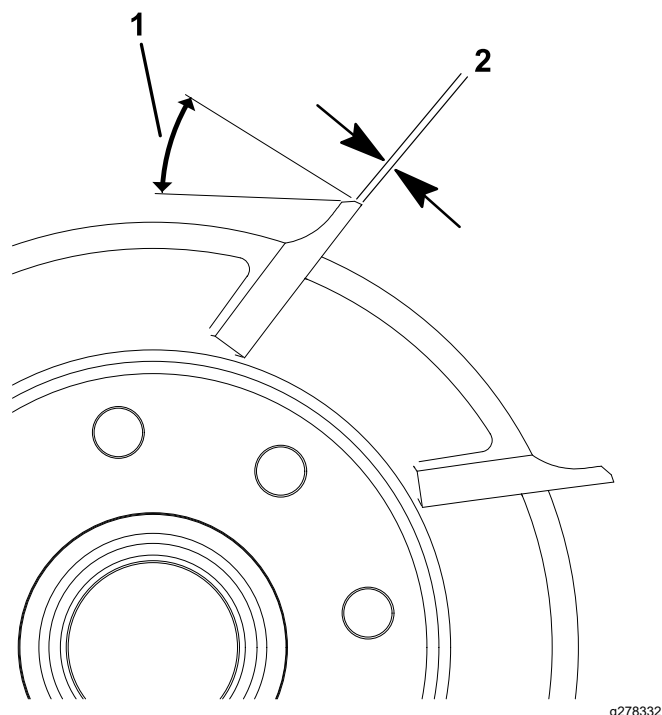

Figure 27
1. Créez un angle de dépouille de  $30^{\circ}$  sur toutes les lames du cylindre jusqu'à obtention d'une facette de 0,8 mm de largeur (Figure 27).